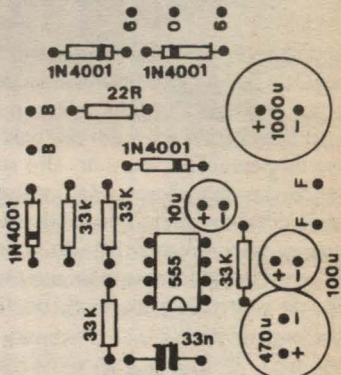

Fig.3
- FIG. 3 - CHAPEADO DA MONTAGEM - O lado não cobreado da placa é agora visto, ainda em tamanho natural... Se o caro leitor/hobbysta observar com atenção, verá a *sombra* das pistas e ilhas cobreadas existentes no *outro* lado da placa, em *back ground*... Como sempre acontece nas descrições visuais e diagramas das